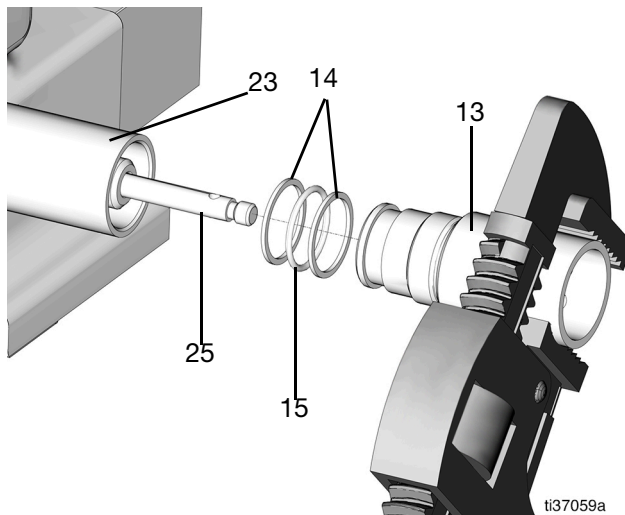

FIG. 63
20. Remplacez les deux bagues d'appui (14) et le joint torique (15) du tube shovel (13) et graissez légèrement (FIG. 63).
21. Placez le tube shovel (13) dans le tube du bas de pompe (23) et serrez (couple 43,4 N•m) (FIG. 63).